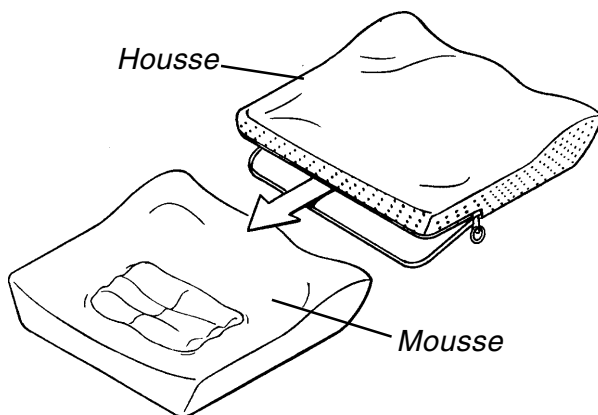

FIGURE 1 - RETIRER LA MOUSSE DE LA HOUSSE
INSTALLATION DU RAIDISSEUR DE COUSSIN (FIG. 1, 2 ET 3)
2. Ouvrir la housse du siège et retirer la mousse de PERSONAL SEAT (FIGURE 1).